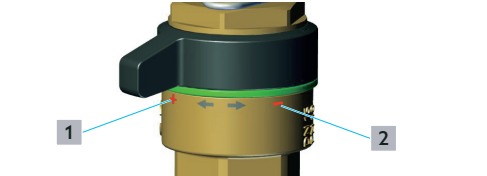

Abb. 3: Griffstellung geöffnet / geschlossen
- Schieben Sie das Ventil von vorne in das Halteblech. Richten Sie das Ventil so aus, dass die Markierung der Griffstellung (siehe Abb. 3) gut lesbar ist.